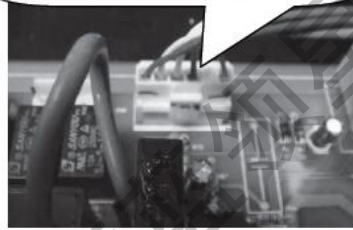

图 2-31 直流风机接头
- (1) 检查室外机风叶是否损坏，如有损坏，则需进行对应更换处理；
- (2) 检查直流风机插子是否有线体脱落或者接触不好的情况，如有则需要进行对应调整；
- (3) 上电开机，观察外风机转速是否一直运行高速，直到故障出现，若是则判断为直流风机故障，需更换处理；
- (4) 测量变频室外电控盒直流风机接头位置（见图 2-31）红线与黑线之间 310V 直流电压是否正常，若无则证明室内电控存在故障，需更换处理；
- (5) 测量风机接头位置白线与黑线之间是否有 15V 直流电压输出，若无，则说明室内电控存在故障，需要进行对应调整；
- (6) 测量黄线与黑线之间是否有 2.7-4.6V 之间的直流电压输出，若无，则说明室内电控存在故障，需更换处理；
- (7) 以上测试均无问题，则说明为室外直流电机存在故障。